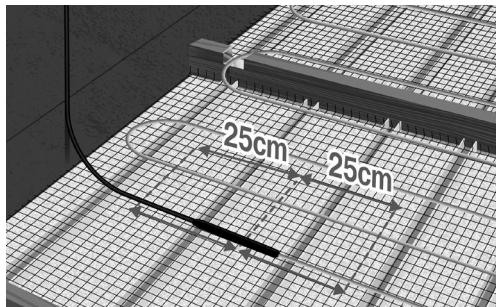

Fig. 16. Lägg ut kabeln rakt på båda sidor om skarven
6. Kablarna fästs vid ca 25 cm på vardera sidan av kopplingen mellan kallkabeln och värmekabeln, mätt från skarvens mitt. Var noga med att börja så att kallkabeln kan nå termostaten. (Fig 16).